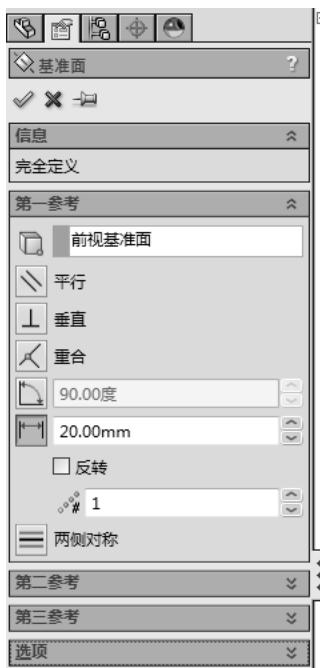

图 4-108 设置基准面属性
- [2] 设置基准面属性，在“第一参考”中选择“前视基准面”，【偏移距离】 中输入“20.00mm”，如图 4-108 所示。